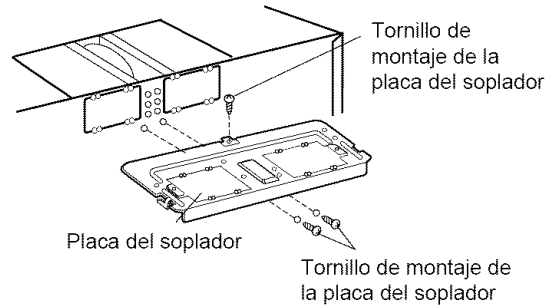

Figura 18
1. Retire dos tornillos de montaje de la unidad del ventilador y un tornillo de la placa del ventilador. Retire la placa del ventilador de la caja principal. Ver **Figura 18**.